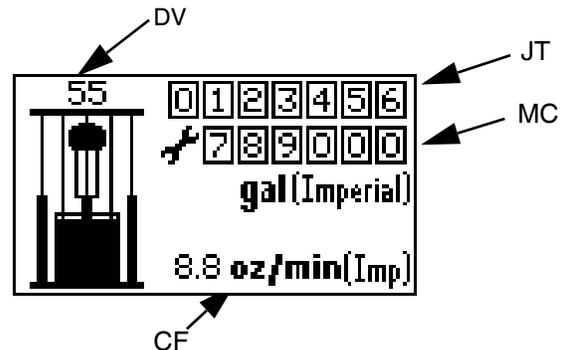

FIG. 17: Pantalla de Modo de funcionamiento
3. La pantalla Splash (FIG. 16) destellará mientras la barra de progreso se rellena de izquierda a derecha. Después pasará directamente a modo de Funcionamiento (FIG. 17).
Vea la FIG. 14 y FIG. 17.
2. En Modo de cebado el contador total de trabajo (JT) está en blanco y no cuenta. Sin embargo, el contador de mantenimiento (MC) sigue decrementándose.
3. Cuando instale un nuevo bidón, mantenga pulsada  en Modo de cebado para reiniciar el volumen de bidón restante (DV) al volumen de llenado del tambor (DF).
4. Para salir del Modo de cebado, pulse . El símbolo Cebado desaparecerá y el LED dejará de destellar, la pantalla volverá a Modo de funcionamiento (FIG. 17).
Si no se pulsa ninguna tecla en un minuto después de entrar en una pantalla de configuración, el sistema volverá Modo de funcionamiento (FIG. 17).
- a. Para entrar en Modo de Diagnóstico desde el Modo de Funcionamiento (FIG. 17), pulse y suelte .